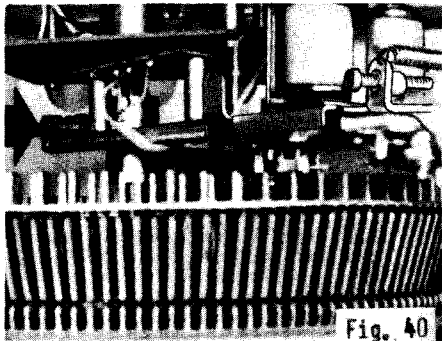
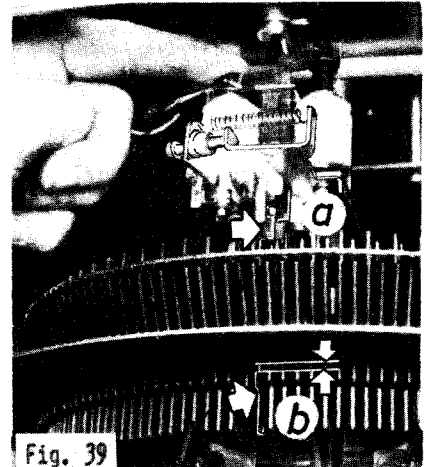

Fig. 40
Fig. 39
**Die Löschrücke.** Den Korb soweit herumfahren (Ladeschalter!) bis die Löschrücke für eine Prüfung zugänglich sind. Deren Anker herunterdrücken und prüfen, ob die Stoßklinken mittig über den Wahlklinken stehen (Bild 39). Diese Prüfung an 3 weiteren, je um etwa 90° versetzten Stellen wiederholen, und bei einseitigen Abweichungen die Löschrücke mit der Stellschraube am gegenüberliegenden Ende (Bild 40) so einstellen, daß die Toleranzen gleichmäßig um den idealen Mittelwert erscheinen.
Der **Löschrückhub** soll 0,5 - 1 mm größer sein als zum Einrasten der zu löschenden Wahlklinke erforderlich ist (Bild 39). Zur Prüfung RS ausschalten und die Anker der Rastmagnete (M 7 = innerer, M 8 = äußerer Kreis) herunterdrücken und den Überhub an der Unterseite des unteren Rings des Klinkenkäfigs prüfen. Dies an insgesamt 4 etwa um 90° gegeneinander versetzten Stellen kontrollieren. Korrektur durch vertikales Versetzen des Magneten (Schrauben an der Rückseite).
**The Selector Crank Arm.** Operate the loading switches and get the crank arm in front of you. Manually push down the cancel solenoid's plungers and check that these are centered above the latch pin (Fig. 39). Repeat this check at three more positions, spaced around the circle in quarter turn steps. Get the cancel tips centered and get unavoidable variations distributed evenly around the ideal centering, respectively, by adjusting the whole crank arm with the set screw at the rear, as shown in Fig. 40.
The **Cancel Stroke** is checked again at four positions around the circle, by operating the loading switch. Manually push down the cancel solenoid's plunger fully and check that the latch pin is lowered with an override of 0,5 - 1 mm = 1/32", controlled at the underside of the top plate of the latch pin cage, as shown on Fig. 39. Adjustment by raising or lowering the whole solenoid, - two screws on it's reverse side.
**Règlage du bras chercheur:** Pousser le noyau de la bobine d'annulation contre une cliche de cerveau et regarder que ce noyau se trouve au milieu du plan de la cliche, Fig. 39. Répéter cette opération aux quatre points cardinaux.
Si un réglage est nécessaire il y a un écrou et une vis (fig. 40) à l'arrière du levier.
**Règlage de la bobine d'annulation:** le noyau doit enfoncer la cliche 0,5 à 1 mm plus bas que la couronne. Si un réglage s'avère nécessaire, on sait régler la hauteur de la bobine par déplacement sur les deux boulons de fixation à boutonnière, voir fig. 39.